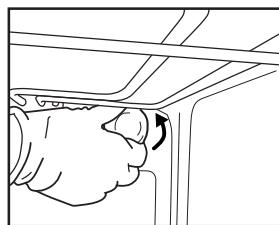
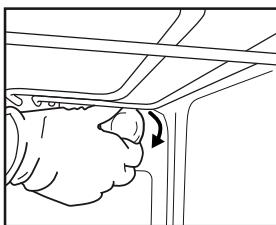

Fig. 6
Fig. 7
2. Deșurubați capacul becului (Fig. 6), înlocuiți becul (vezi nota pentru tipul becului) și însurubați la loc capacul becului (Fig. 7).